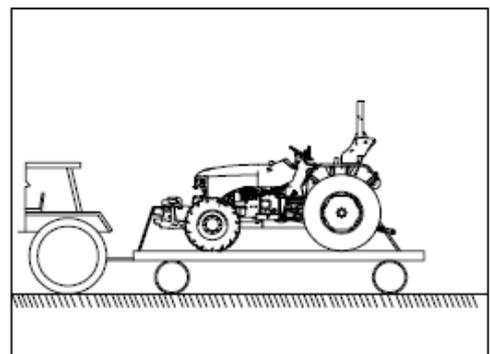

Fig.4-41
**A proteção proporcionada pelo aro de segurança será enfraquecida se a mesma for sujeita a danos estruturais, como no caso do trator capotar, ou se for de alguma forma modificada por soldagem, dobragem, perfuração ou corte. Um aro de proteção danificado deve ser substituído, NÃO reutilizada. Mantenha sempre a parte superior do aro de segurança fixa na posição vertical (como na Fig.4-41) ao trabalhar com o trator. Se o trator for acionado com o aro de segurança rebatido (ex. para entrar num edifício baixo), conduza com extrema precaução e NÃO use cinto de segurança. Volte a colocar o aro de segurança na posição vertical assim que o trator estiver a trabalhar em condições normais.**
Amarre o trator firmemente ao veículo de transporte usando correntes ou cintas adequadas (Fig.4-41). Use a barra de tração ou os seus suportes como pontos de fixação traseiros do trator.